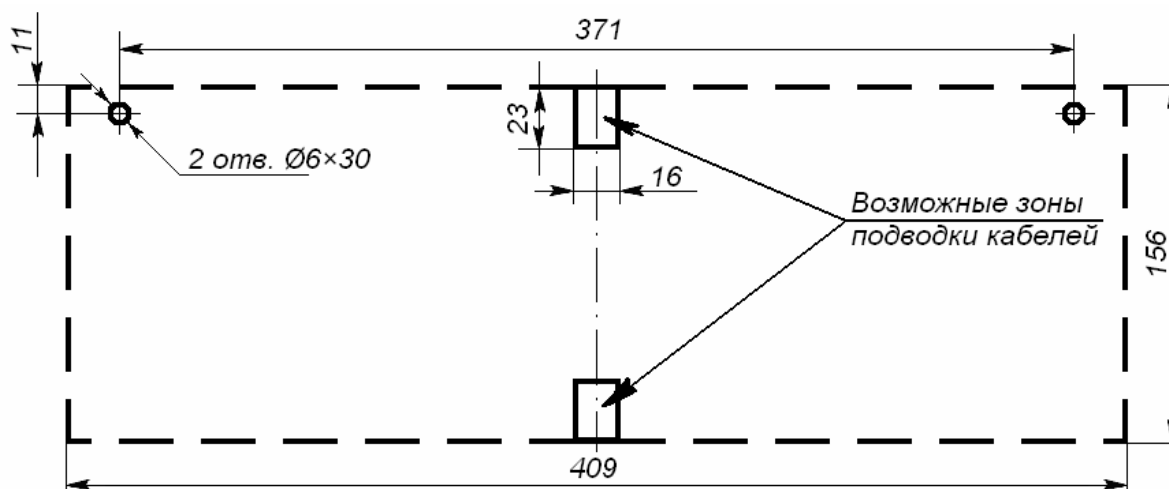

Рисунок 4. Схема разметки для установки ТСВ
- производить разметку установочных отверстий в соответствии с рис. 4;
2. Произведите разметку и разделку отверстий на установочной поверхности для крепления ТСВ и проводки всех кабелей (см. рис. 4). Установите в отверстия 6×30 пластиковые дюбели и вверните в них шурупы $4,2 \times 25$ так, чтобы головка шурупа отступала от стены на 5 мм.